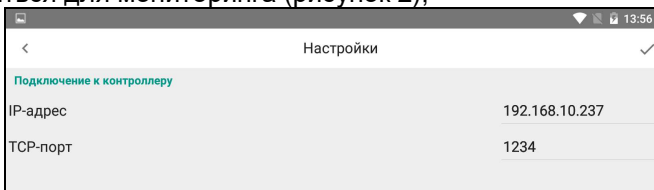

Рисунок 2
- выбрать "Изменить настройки" внизу экрана и указать TCP-порт и IP-адрес контроллера управления СЭП, к которому необходимо подключиться для мониторинга (рисунок 2);